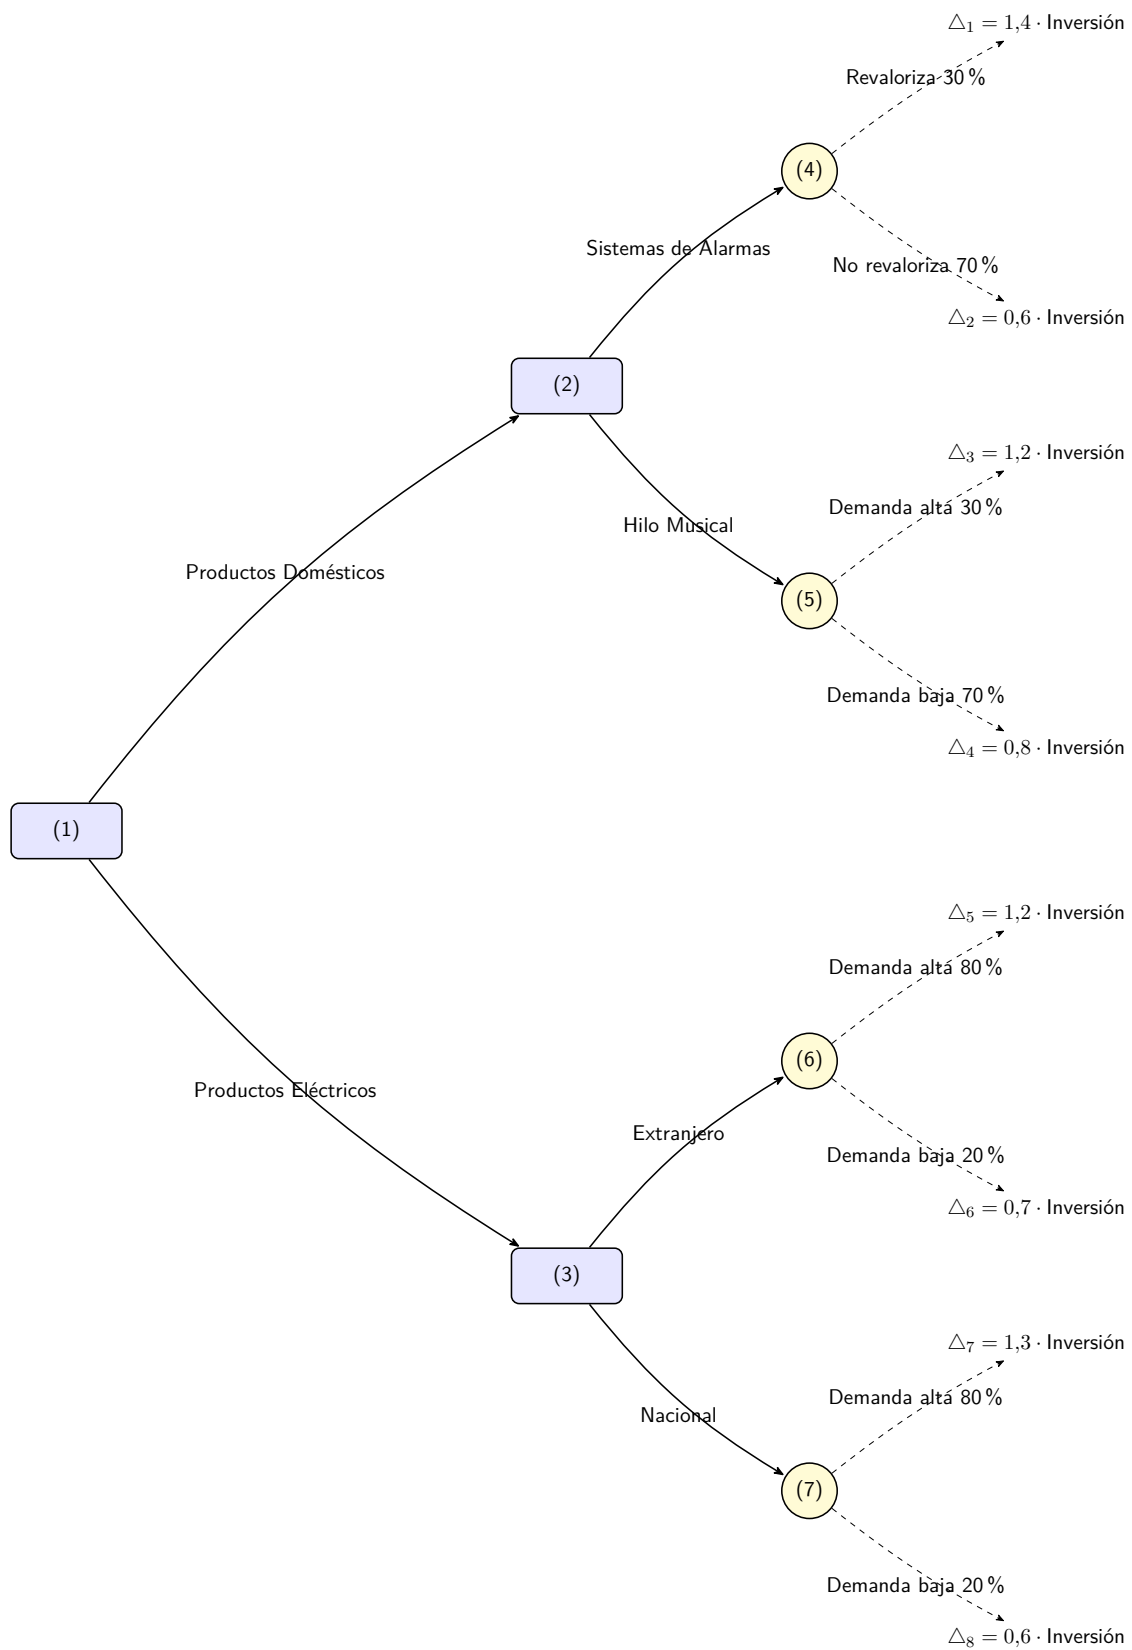

Figura 1.3: Diagrama de Transición del AFD del Ejercicio 3.
*Solución 1.1.3.* El grafo de decisiones corresponde con el de la figura 1.3.